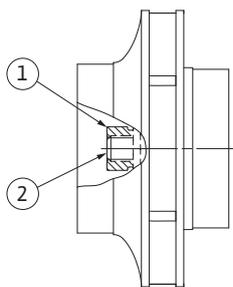

Fig. 53: Korrekt position for pumpehjulsmøtrikken efter montering
29. Hold akslen fast (se trin 24), og skru pumpehjulsmøtrikken fast med det foreskrevne tilspændingsmoment (se liste "Tabel 11: Tilspændingsmomenter for skruer" på side 246). Møtrikken (fig. 53, pos. 1) skal cirka flugte $\pm 0,5$ mm med akselenden (fig. 53, pos. 2). Gør den ikke det, løsn da møtrikken, og gentag trin 25 til 29.